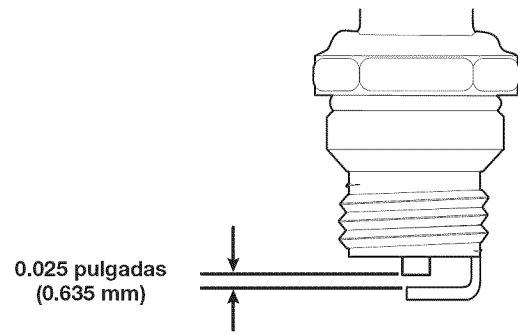

Fig. 27
4. Use un calibrador de separación para ajustar una separación de aire de **0.025 pulgadas (0.635 mm)** (Fig. 27).